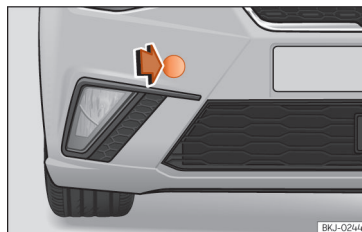

Fig. 157 No lado direito do para-choques dianteiro: retirar a tampa.
»» Fig. 157.
- Retire a tampa fazendo pressão na zona inferior da mesma e deixe-a pendurada no veículo »» Fig. 157.